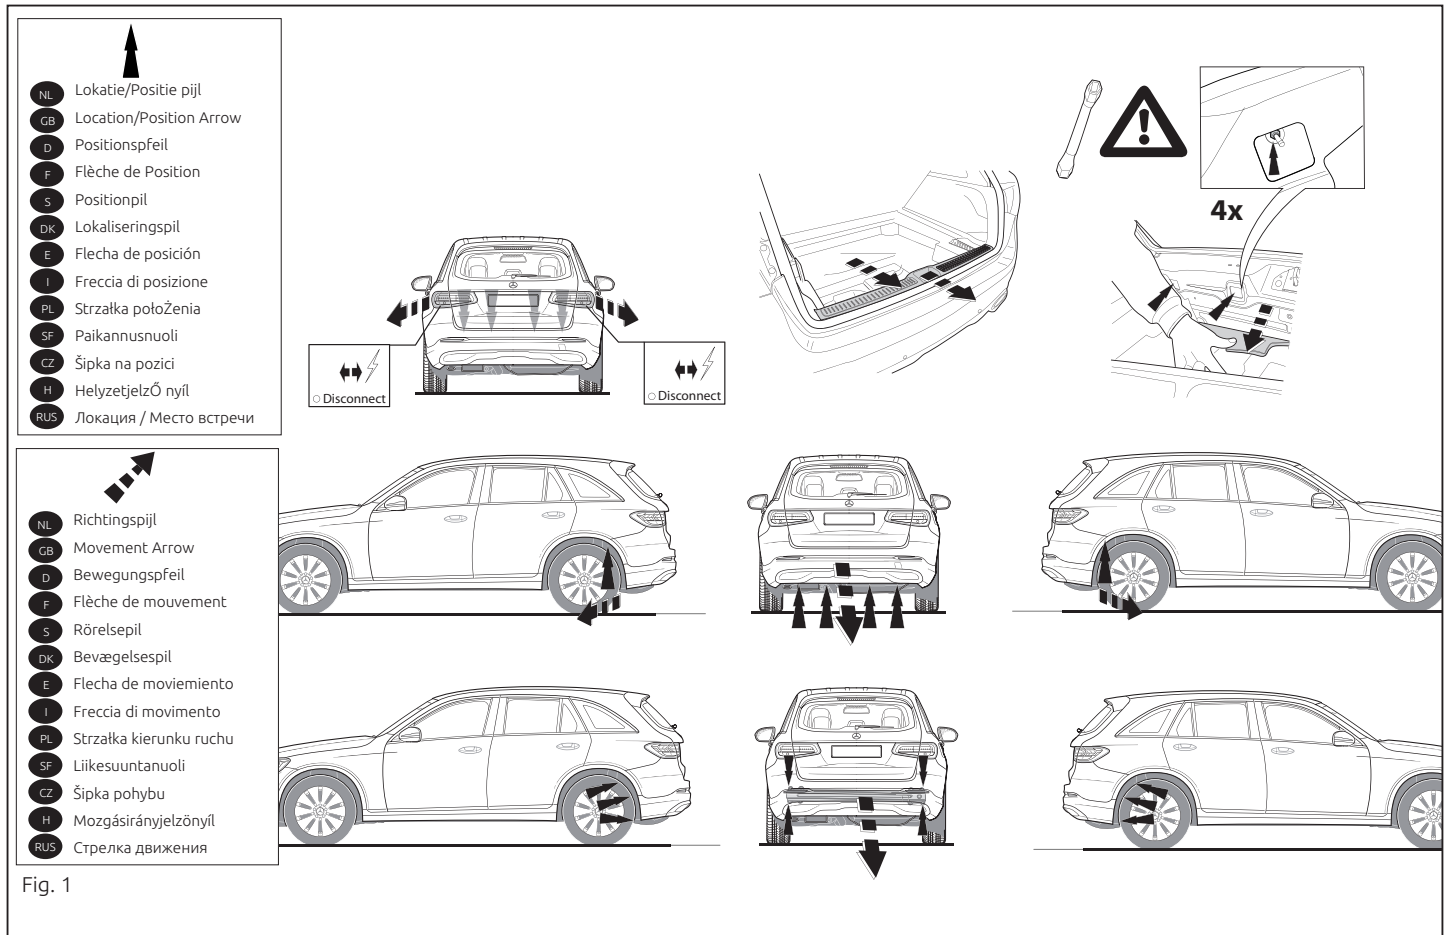

Fig. 1
2. Remove the last exhaust suspension bracket on the right and on the left. See figure 1.
1. Die Rücklichter abmontieren. Die Stoßstange einschließlich des stählernen Stoßbalkens vom Fahrzeug abmontieren. Der Stoßbalken wird nicht mehr benötigt. Siehe Abbildung 1.
бится. См. рисунок 1.
la traverse en acier ; la traverse ne sera plus utilisée. Voir la figure 1.